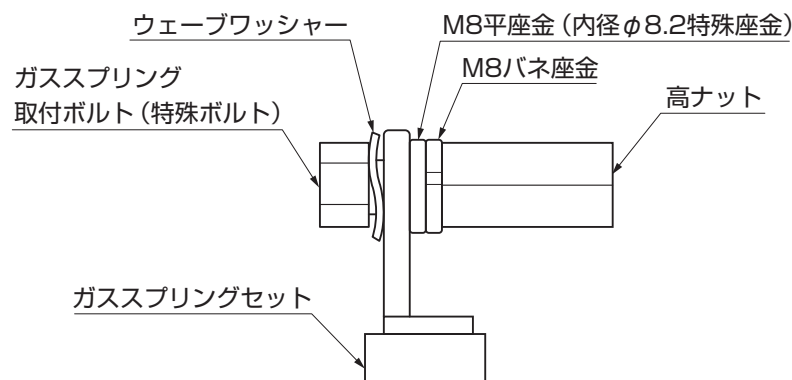

図10-3
- ガススプリングセットに付いているネジ類は取外さないでください。もし取外してしまった場合は、各部品を図10-3の位置関係で組んでください。違う位置関係で組んでしまうと正常な動作をしなくなります。特に、ガススプリングボルトとM8平座金は特殊部品です。別の部品は絶対に使用しないでください。別の部品を使用すると、動作に異常をきたします。(図10-3参照)